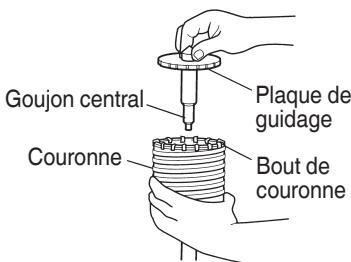

Fig. 17
- (3) Introduire le goujon central dans la plaque de guidage jusqu'à ce qu'il arrête.
- (4) Engager la plaque de guidage dans la couronne et tourner la plaque de guidage à gauche ou à droite de manière à ce qu'elle ait ce qu'elle ne puisse pas tomber, même si elle orientée vers le bas. (Fig. 17)